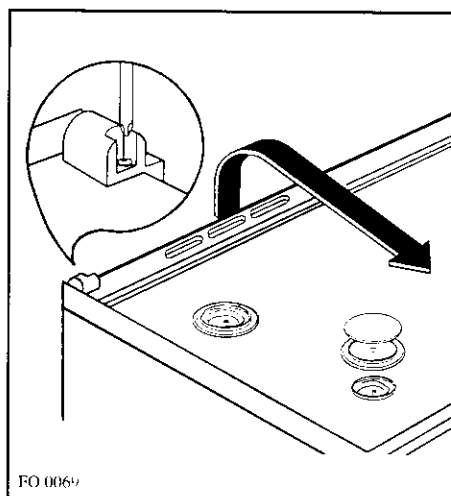
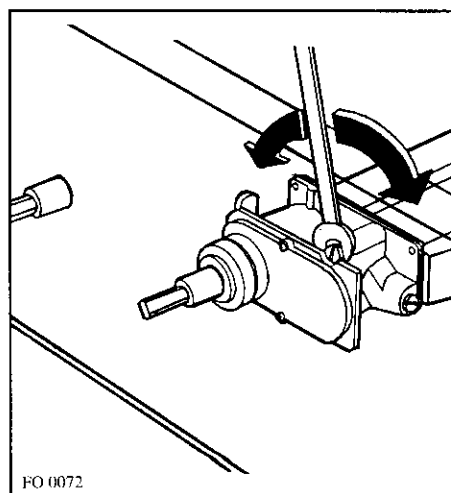

Fig. 17
Fig. 18
- Retirez les grilles et les ensembles brûleurs. Dévissez les deux support du dessus de la table de cuisson comme indiqué sur la Fig. 17. Soulevez légèrement le dessus de table par la partie arrière et retirez-le en le poussant vers l'avant de la cuisinière. Effectuez ensuite le réglage du débit réduit avec une clé de 6 comme indiqué sur la Fig. 18.